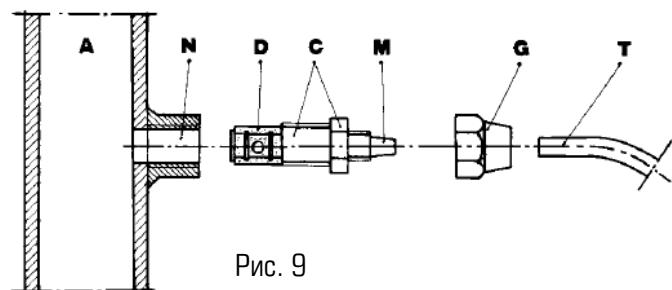

Рис. 9
g. – Выберите наиболее подходящее место для врезки в систему и установите в нем коннектор (или тройник) с внутренней резьбой 3/8" (BSPm). Данный коннектор (или тройник) не входит в комплект поставки насоса. Вкрутите в этот коннектор клапан впрыска реагента, как показано на рис. 9. Затем подсоедините шланг сброса к клапану впрыску и закрутите гайку **G**. В данной ситуации клапан впрыска реагента также выполняет функцию невозвратного клапана (посредством цилиндрической муфты, установленной на клапане впрыска, выполненной из эластомера Viton, входящей в стандартный вариант поставки насоса).
3.1. СХЕМА УСТАНОВКИ КЛАПАНА ВПРЫСКА (Рис.9)
- N** – Коннектор 3/8" (H)